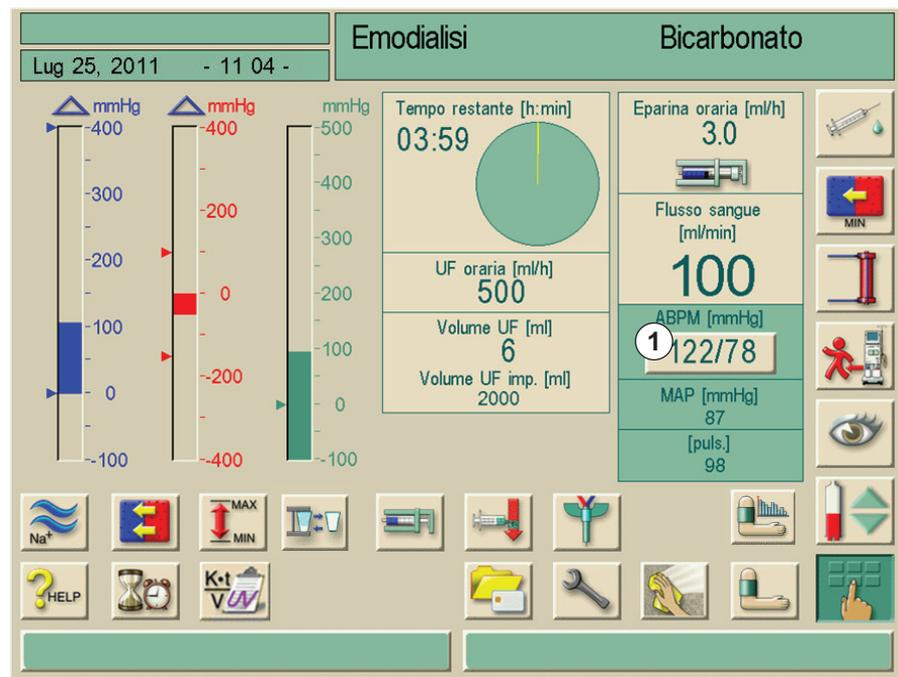

Fig. 11-8 Videata "Terapia"
1. Toccare il campo 1 nella videata "Terapia" (Fig. 11-8) e il campo 4 nella finestra "Menu principale ABPM" (Fig. 11-6 Videata "Vista principale ABPM" (188)).